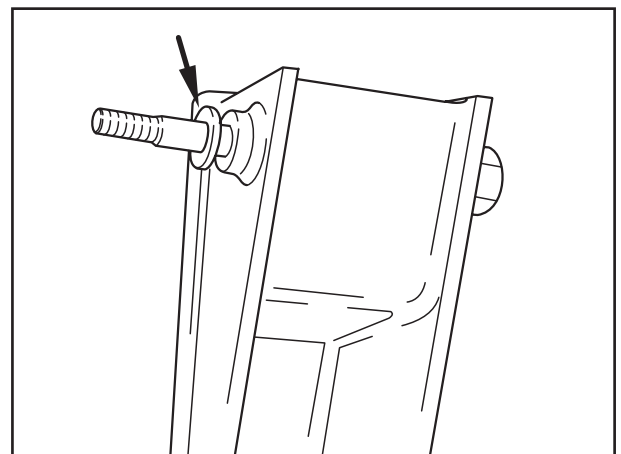

Fig. 2
- [2] Bei Alu-Stützen muss zwischen Stütze und Stoßdämpfer eine Stahlscheibe (Fig. 2/Pfeil) montiert werden. Anziehdrehmoment Alu-Stütze: $M = 320 \text{ Nm}$ (300 - 350 Nm)
- [2] If aluminium hanger brackets are fitted, a steel washer (Fig. 2/arrow) must be fitted between hanger and shock absorber.